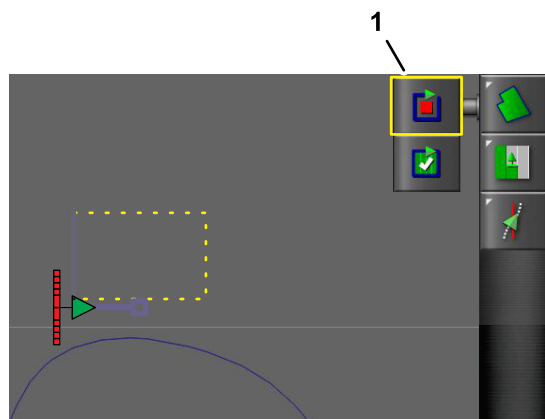

Figure 48
3. Avancez la machine et placez la partie centrale extérieure de la roue avant gauche au niveau du point suivant de la limite à côtés droits du champ, puis arrêtez la machine (Figure 48).
4. Appuyez sur l'icône ENREGISTRER LA LIMITE DE CHAMP, puis sur l'icône PAUSER L'ENREGISTREMENT DE LIMITE DE CHAMP (Figure 48).